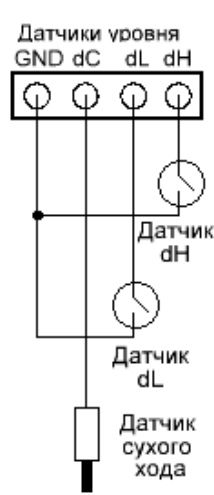

Рис.13
- два поплавковых нормально разомкнутых датчика (рис.13).